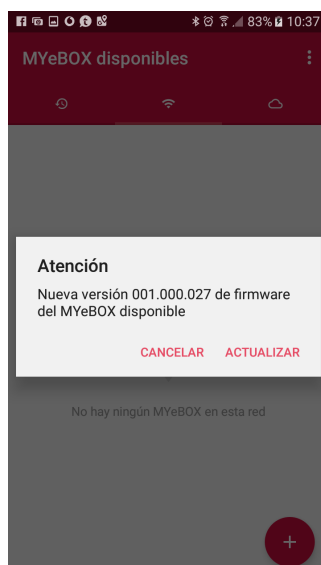

Figura 25: Pantalla de la Aplicación MyEBOX indicando una nueva versión.
- 5.- Una vez conectado el equipo a la aplicación es necesario comprobar si existe una versión más actualizada del firmware del equipo. Si existe una nueva versión de firmware, la aplicación muestra el mensaje de la **Figura 25**